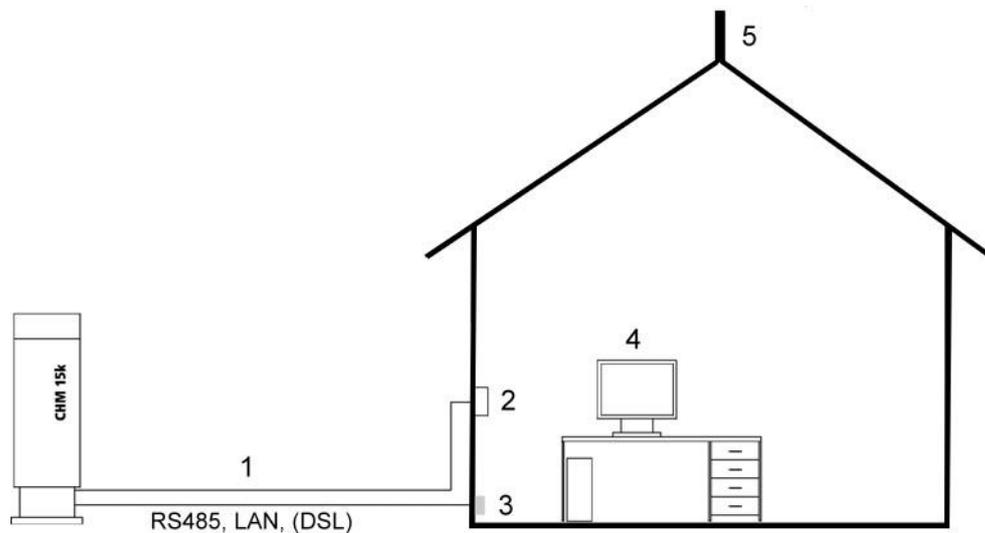

Figura 10: Desenho esquemático da instalação elétrica.
A Figura 10 mostra um esquema da instalação elétrica do CHM 15k. A alimentação elétrica (1) do aparelho deve feita através de um dispositivo de desligamento externo. Este dispositivo deve ser facilmente acessível para que o aparelho possa ser desligado da rede elétrica, se necessário. O dispositivo de desligamento deve ser marcado como pertencente ao aparelho e deve ter um fusível preliminar correspondente à secção transversal do fio ≥ 6 A, B ou C. A caixa de terminais deve ser instalada a uma distância < 3 m. O cabo de aterramento deve ser o mais curto possível. As conexões devem ser realizadas de acordo com os regulamentos específicos de cada país.